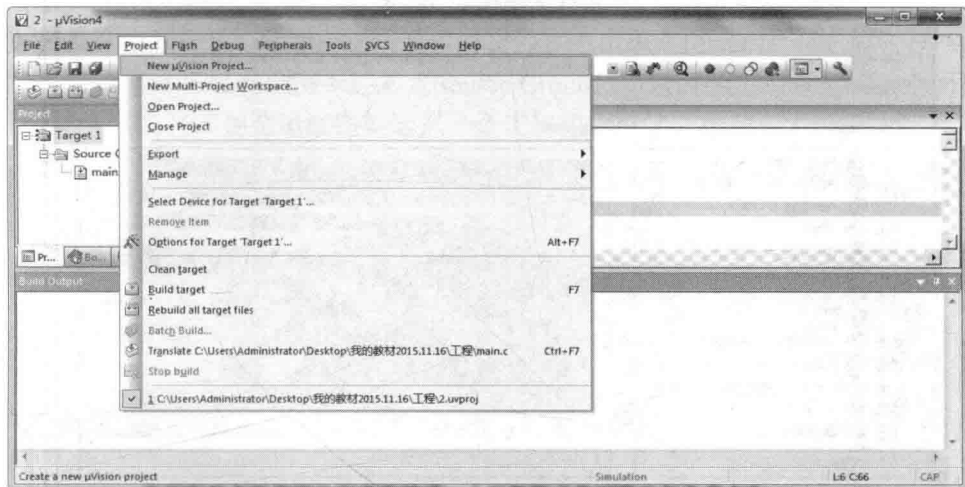

图 2.2 建立新工程界面
- (1) 创建工程文件。
(2) 给工程添加程序文件(.C 文件或者.ASM 文件)。
(3) 编译程序文件, 连接项目, 生成 HEX 文件。
(4) 仿真运行、调试, 观察结果。
① 启动“Keil μ Vision4 IDE”后, Keil μ Vision4 总是打开用户上一次处理的工程, 重新建立一个新的工程。建立新工程可以通过执行菜单命令“Project $\rightarrow$ New μ Vision Project”来实现。如图 2.2 所示。